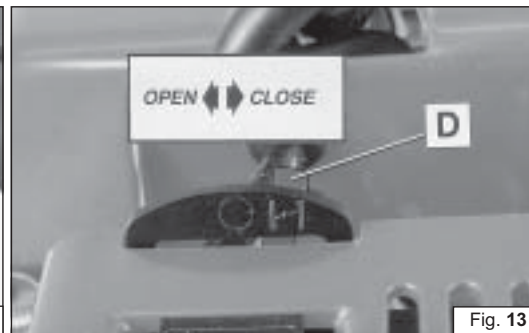
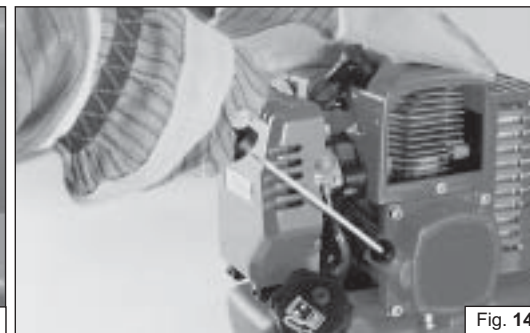

Fig. 13
Fig. 14
Portare la leva starter (D, Fig. 13) in posizione "CLOSE". Appoggiare il decespugliatore sul terreno in posizione stabile. Verificare che il disco sia libero di girare. Tenendo fermo il decespugliatore, tirare lentamente la funicella d'avviamento fino ad incontrare resistenza (Fig. 14). Tirare energicamente alcune volte ed ai primi scoppi del motore riportare la leva starter (D, Fig. 13) nella posizione originale "OPEN". Ripetere la manovra di avviamento finché il motore non parte. A motore avviato, premere l'acceleratore (B, Fig. 12 A-B) per sbloccarlo dalla posizione di semi-accelerazione e portare il motore al minimo.
Mettez le levier starter (D, Fig. 13) sur CLOSE. Posez la débroussailleuse sur le terrain en position stable et vérifiez si le disque tourne librement. En tenant la débroussailleuse tirez lentement la cordelette de démarrage jusqu'à ce que vous sentiez une certaine résistance (Fig. 14). Tirez énergiquement plusieurs fois et aux premières détonations du moteur remettez le levier du starter (D, Fig. 13) dans sa position d'origine OPEN. Répétez cette manœuvre de démarrage jusqu'à ce que le moteur parte. Une fois parti appuyez sur l'accélérateur (B, Fig. 12 A-B) afin qu'il sorte de sa position de demi-accelération et faites tourner le moteur au ralenti.
Put the choke lever (D, Fig. 13) in the CLOSE position. Place the brush cutter on the ground in a stable position. Check that the blade is free. Holding the brush cutter down, pull the starting rope slowly until you meet resistance (Fig. 14). Then pull it hard several times, and when the engine starts put the choke lever (D, Fig. 13) back into its original position OPEN. Repeat until the engine starts. Once the engine has started, press throttle trigger (B, Fig. 12 A-B) to release it from the half-throttle position and let the engine idle.
Den Chokehebel (D, Abb. 13) in Stellung CLOSE bringen. Die Motorsense in standfester Position auf den Boden legen. Sich vergewissern, daß das Schneidwerkzeug frei drehen kann. Die Motorsense fest umschliessen und mit der anderen Hand langsam den Starterzug ziehen, bis ein Widerstand spürbar wird. Danach einige Male energisch durchziehen bis die ersten Motorzündungen hörbar werden (Abb. 14). Dann den Chokehebel wieder in Stellung OPEN bringen (D, Abb. 13).
Ponga la palanca del cebador (D, Fig. 13) en posición CLOSE. Apoye la desbrozadora en el suelo, en posición estable. Controle que el disco gire libremente. Manteniendo firme la desbrozadora, tire lentamente la cuerda de arranque hasta que encuentre resistencia (Fig. 14). Tire enérgicamente cuantas veces sea necesario, hasta oír las primeras explosiones ponga la palanca del cebador (D, Fig. 13) en la posición original OPEN. Repita la maniobra hasta que el motor arranque. Una vez arrancado, apriete el acelerador (B) (Fig. 12 A-B) para desbloquearlo de la posición de semiaceleración y déjelo funcionar al mínimo.
Zet chokhendel in de CLOSE positie (D, Fig. 13). Plaats de bosmaaier stabiel op de grond en let er op dat het maaiblad vrij rond kan draaien. Druk met één hand op de bosmaaier en trek met de andere hand aan het startkoord tot er weerstand wordt gevoeld. Trek dan met een stevige ruk en herhaal dit tot de motor even loopt (Fig. 14). Zet dan de chokhendel terug (D, Fig. 13) in de OPEN positie en trek nogmaals om de motor te starten. Als de motor draait, het gashendel (B) (Fig. 12 A-B) even intrekken om de halfgas vergrendeling los te laten en de motor stationair te laten lopen.
Ponha a alavanca de acelerador (D, Fig. 13) na posição CLOSE. Ponha a roçadora no chão, numa posição estável e verifique se o disco roda livremente. Mantendo a roçadora firme puxe lentamente o cordão de arranque até sentir uma certa resistência (Fig. 14). Puxe enérgicamente várias vezes e às primeiras explosões do motor ponha a alavanca de filtro de ar (D, Fig. 13) na posição inicial OPEN. Repita a manobra até que o motor arranque. Logo que esteja a funcionar aperte o acelerador (B, Fig. 12 A-B) a fim de que ele saia da posição de semi-aceleração e deixá-lo funcionar no mínimo.